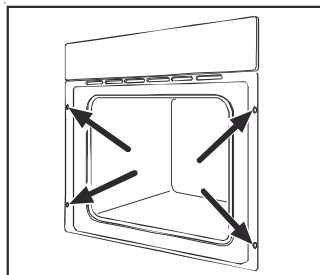

Рис. 12
- Откройте дверцу духового шкафа и закрепите его в нише при помощи четырех шурупов, вставив их в имеющиеся отверстия в раме духового шкафа (см. рис. 12).